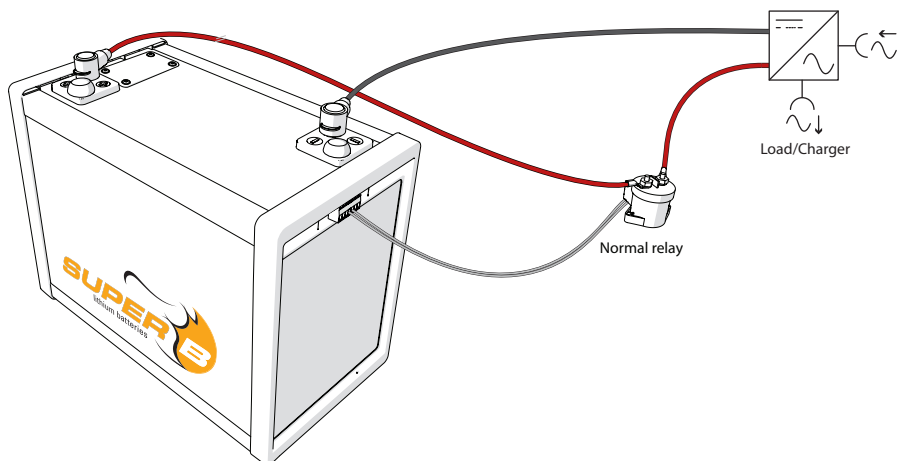

Abbildung 13. Anschluss der Batterie an die Last
5. Achten Sie darauf, dass beide Kontakte auf 20Nm angezogen sind. Bringen Sie die Klemmenabdeckungen über den Anschlussklemmen an (Abbildung 13).